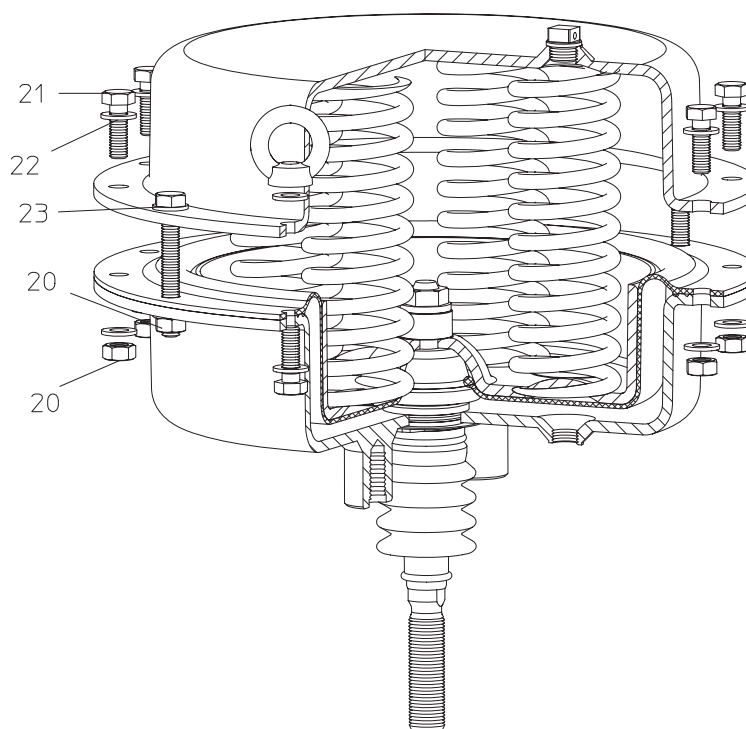

Fig. 20
- *Les actionneurs dont la pré-tension des ressorts (voir Fig. 20) est renforcée, sont pourvus de deux vis (boulons) plus longues (pos. 23) pour les DP 30 / DP 32 et DP 33 et de quatre vis (boulons) plus longues pour le DP 34. Desserrer les vis (boulons) de manière régulière pour réduire ainsi la pré-tension des ressorts.*